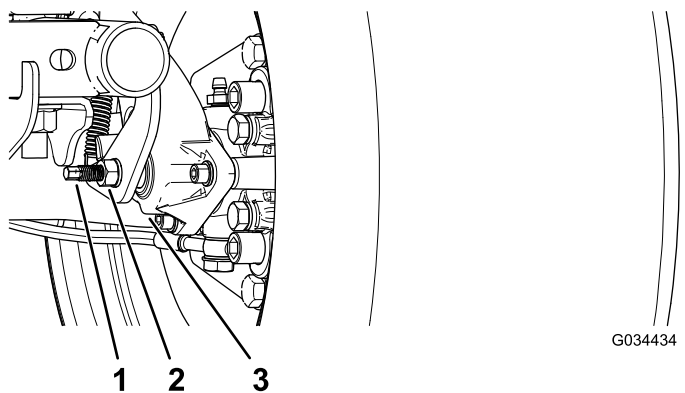

Figura 49
3. Utilizzando 2 chiavi, mantenete fermo il montante di regolazione sulla pinza con una chiave e allentate il controdado di 1/4 di giro con l'altra chiave (Figura 49).
4. Tenendo fermo il montante di regolazione e il controdado, girate il montante di regolazione per serrarlo (Figura 49).
5. Tenendo fermo il montante di regolazione e il controdado, allentate di 1/4 di giro (Figura 49).
6. Tenendo fermo il montante di regolazione e il controdado, serratelo (Figura 49).